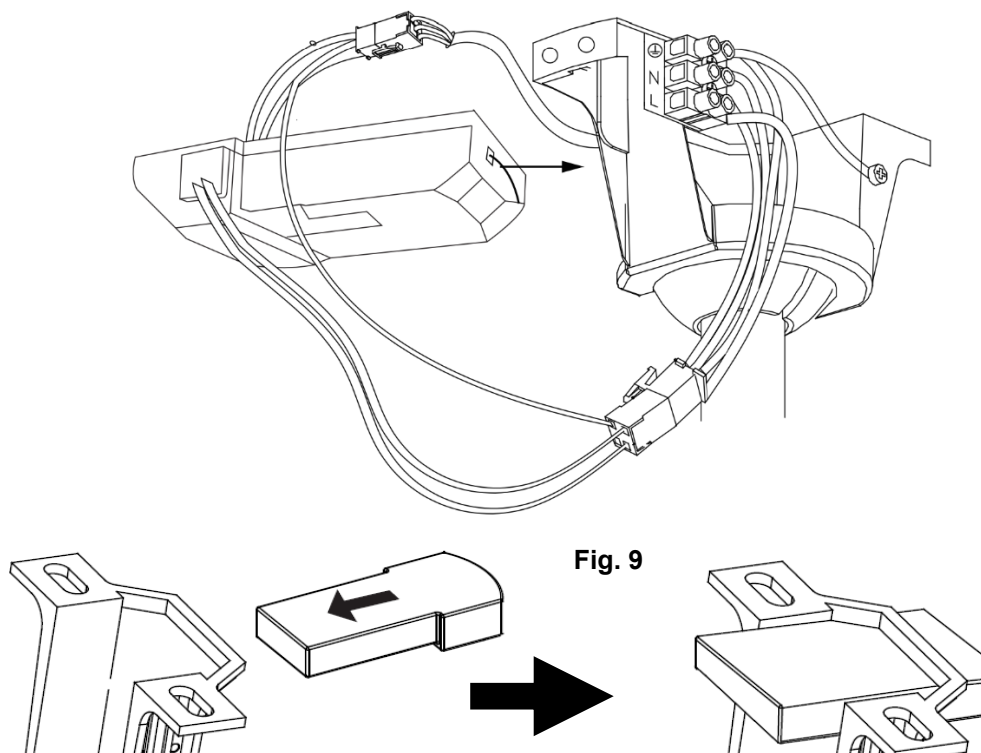

Fig. 9
- Inserire con attenzione il ricevitore del telecomando sopra il giunto sferico, nello spazio rimanente all'interno della staffa di supporto. Fare attenzione a non danneggiare o allentare alcun cavo. (Fig. 9).